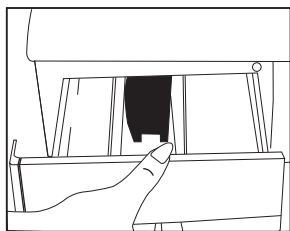

Рис. 1
- Вытяните дозатор до отказа. (Рис. 1)